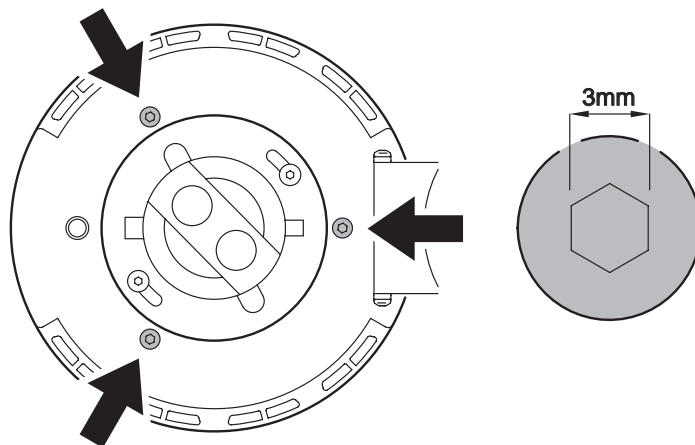

Figure 3: Vis de réglage de la lampe
- Aidez-vous de la Figure 3. Vissez ou dévissez les 3 vis Allen de 3 mm (repérées) pour obtenir le faisceau le plus uniforme possible.